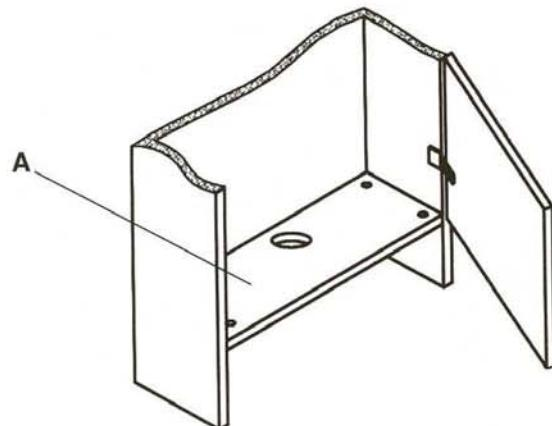

Fig. 2
1º Asegurarse que el mueble de cocina pueda soportar el peso de la campana. Este mueble debe tener un panel para fijar dicha campana A (Fig. 2).
- 3º Para la fijación, emplear 4 tornillos adecuados al tipo de mueble, practicando los agujeros correspondientes según (Fig. 2 y 3).
- 5º Colocar el grupo en el mueble y fijarlo al panel A (Fig. 2).